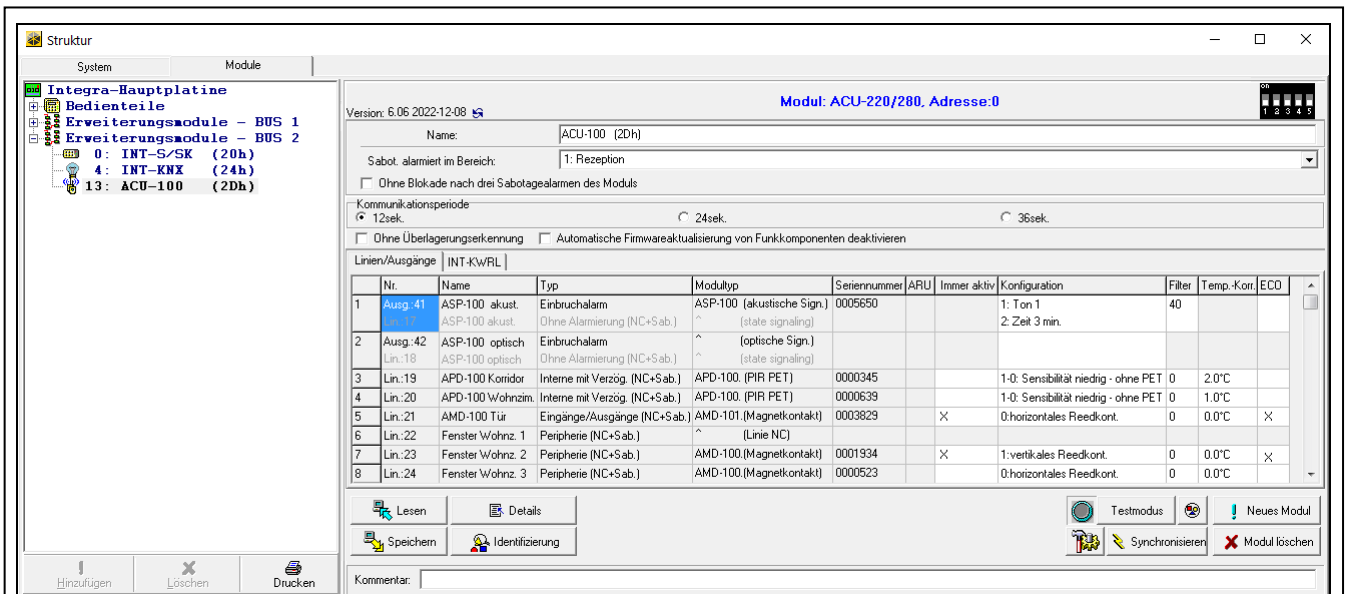

Abb. 24. Programm DLOADX: Einstellungen des Funkbasismoduls im System INTEGRA.
- Programm DLOADX: Fenster „Struktur“ → Registerkarte „Module“ → Zweig „Erweiterungsmodule“ → *[Name des Funkbasismoduls]* (Abb. 24).